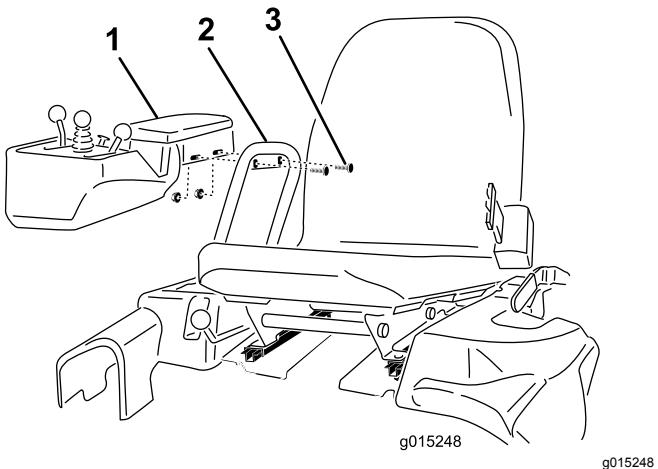

Figure 2
2. Retirez les 2 boulons de carrosserie et écrous qui fixent l'accoudoir au siège (Figure 2). Conservez les fixations.